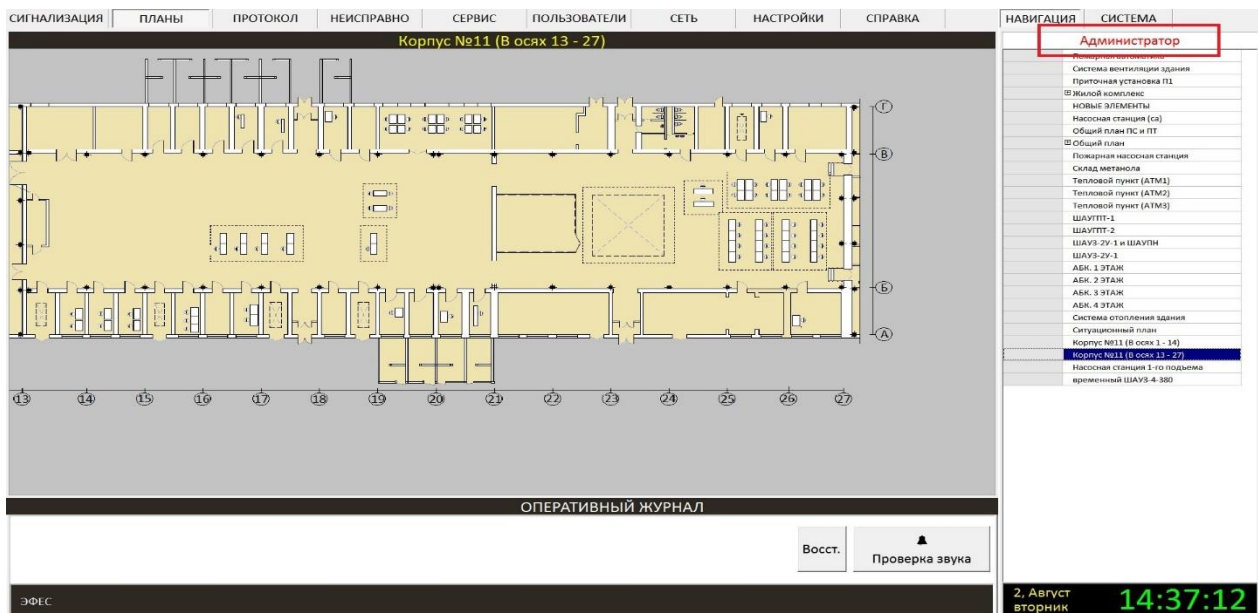

Рисунок 2. Регистрация.
- Нажмите левой кнопкой мыши на надпись «Администратор» (может быть и «Не зарегистрирован»). (см. Рисунок 2)